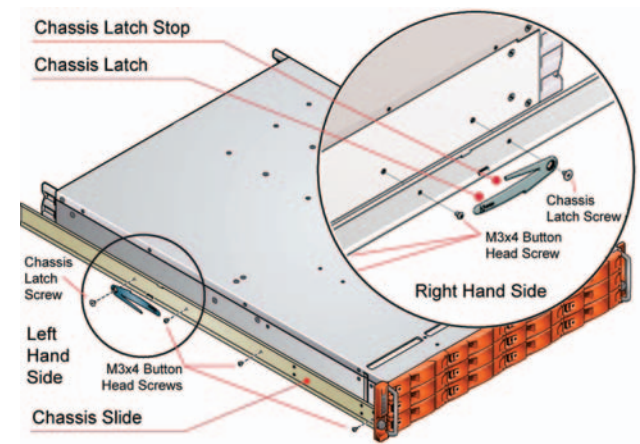

Figura 2: fissaggio degli scivoli del rack
2. Fissare le guide per lo chassis destra e sinistra ai lati del gruppo utilizzando le sei viti con testa a bottoncino M3x4. Installare tre viti su ciascun lato, nelle posizioni mostrate nella **Figura 2**.
3. Fissare i ganci sinistro e destro dello chassis utilizzando le apposite viti. Verificare che il gancio sia orientato nella posizione mostrata nella **Figura 2**, con il braccio con la molla (parte del braccio piccolo) a contatto con il relativo fermo. Sul lato destro il fermo è ubicato nella sezione superiore, mentre sul lato sinistro si trova nella sezione inferiore.